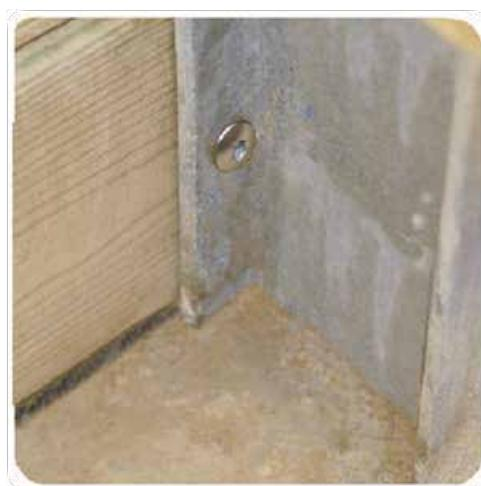

Figura 13 – Blocco delle assi sui pali di fondazione
- Sugli 8 pali di fondazione (questi sono preforati, come mostrato in *Figura 13* con l'aiuto di 80 viti autofilettanti torx 6×30 in acciaio inox A2 torx (sacchetto D).